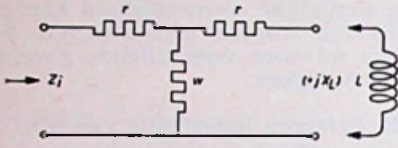

Fig. 37 30089
**1) Vaste inductieve reactantie (fig. 37).**